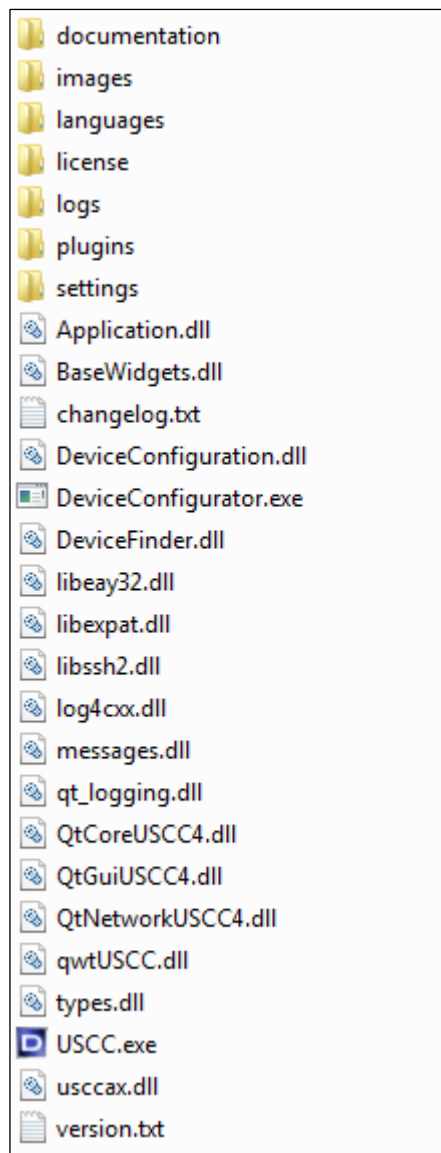

Bild 5-1 Verzeichnisstruktur der USCC-Software
- ▶ Sichern Sie das gesamte Installationsverzeichnis, in dem sich die bisher genutzte USCC-Software befindet (siehe Bild 5-1 auf Seite 24), an einen anderen Ort.